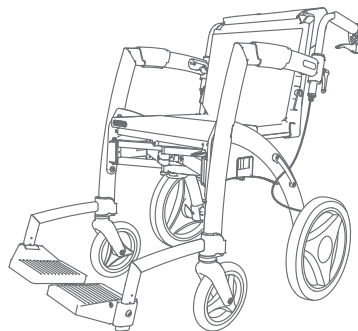

Figure 40: Chaise roulante prête à l'emploi.
- f. La chaise roulante est maintenant prête à être utilisée (**Figure 40**).
- a. Transformez le Rollz Motion en chaise roulante (**Figure 40**) et assurez-vous que les repose-pieds ont été retirés du sac du kit chaise roulante.